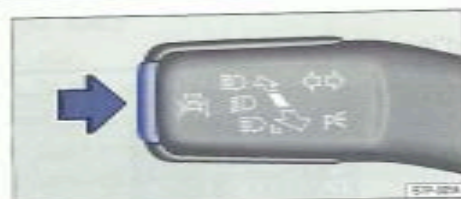

Fig. 16 Dans le levier des digitoirs et de l'inverseur-codes : touche des systèmes d'aide à la conduite
- Appuyez brièvement sur la touche $\rightarrow$ fig. 16 (flèche) pour accéder au menu **Assistants**.
- Appuyez pendant plus d'une seconde sur la touche $\rightarrow$ fig. 16 (flèche) pour activer ou désactiver simultanément les systèmes d'aide à la conduite sélectionnés dans le menu **Assistants**.